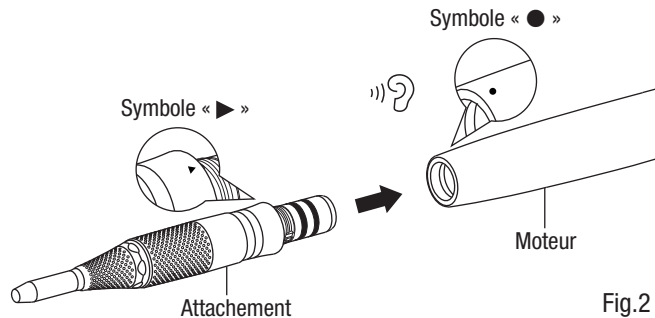

Fig.2
- 2 Alignez le symbole « ► » de l'attacheement avec le symbole « ● » du moteur, puis poussez l'attacheement tout droit jusqu'à ce qu'il s'enclenche pour se connecter fermement (Fig.2).